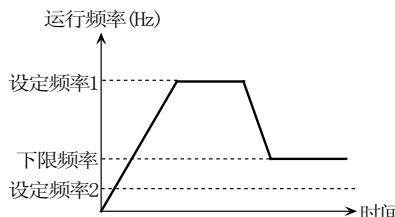

图 5-2-3 运行在下限频率
**说明:** 选择0: 运行在下限频率时, 如果设定频率小于下限频率, 则实际运行频率为下限频率而不是设定频率, 如图5-2-3所示。